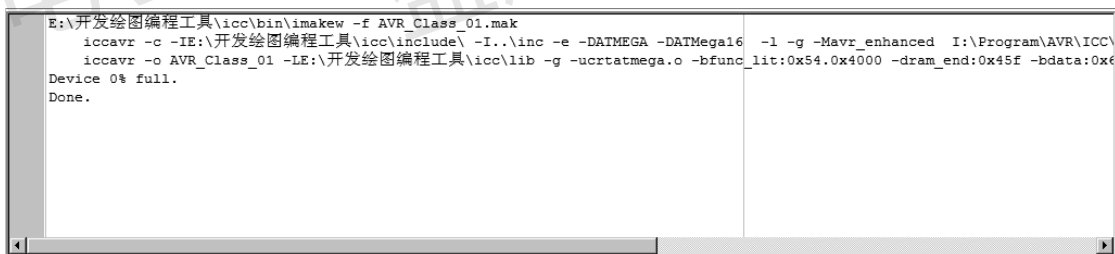

图 1-21 项目编译信息窗
(10) 编译结果如不正确，纠错后直到编译正确，如图 1-21 所示。